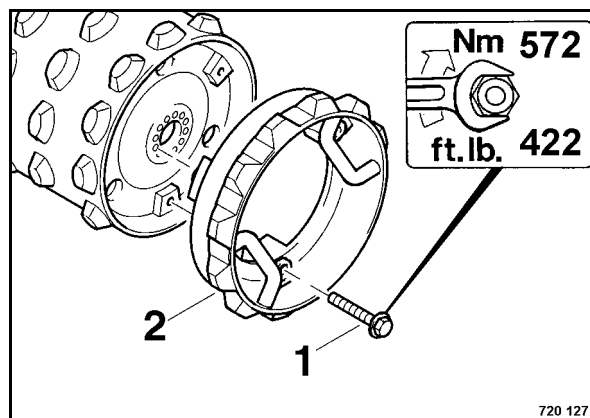

Рис. 82
- Приставить расширения ободов 2 (Рис. 82) к ободам, ввинтить и затянуть соответственно три крепежных винта (1).